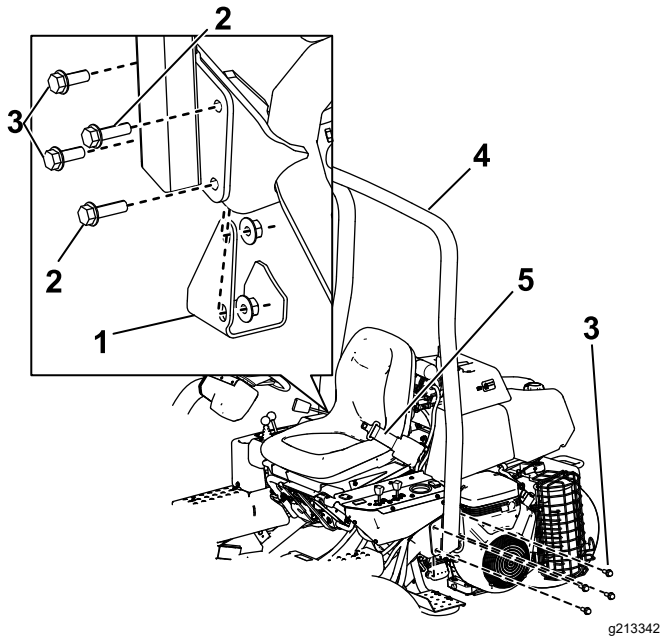

Figure 4
2. Abaissez l'arceau de sécurité (Figure 4) sur les supports de montage en alignant les trous de fixation.
3. Fixez le côté gauche de l'arceau de sécurité au support de montage avec 4 boulons ($\frac{1}{2}$ x $1\frac{1}{2}$ ") et contre-écrous (Figure 4).
($\frac{1}{2}$ " x $1\frac{1}{2}$ "), 2 boulons ($\frac{1}{2}$ " x $1\frac{3}{4}$ "), 1 rondelle et des contre-écrous, comme montré à la Figure 4.